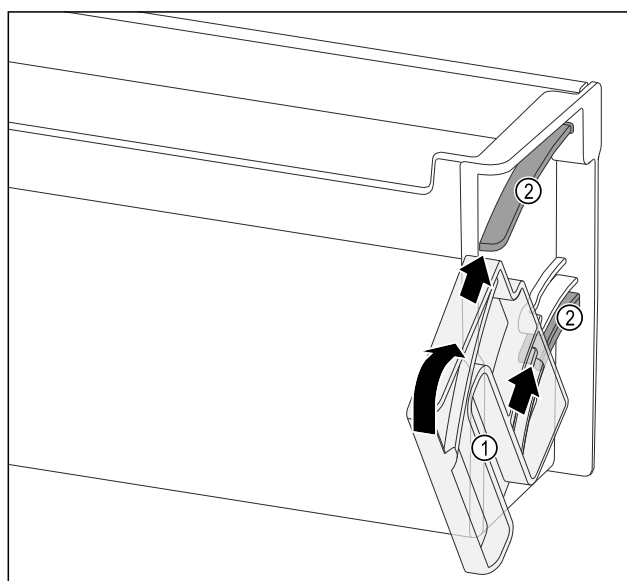

Fig. 128
- Posizionare l'unità di rotazione Fig. 128 (1) in modo che gli incavi si trovino esattamente di fronte ai canali di conduzione Fig. 128 (2) del balconcino controporta.
- Ruotare l'unità di rotazione Fig. 128 (1) nella direzione indicata.